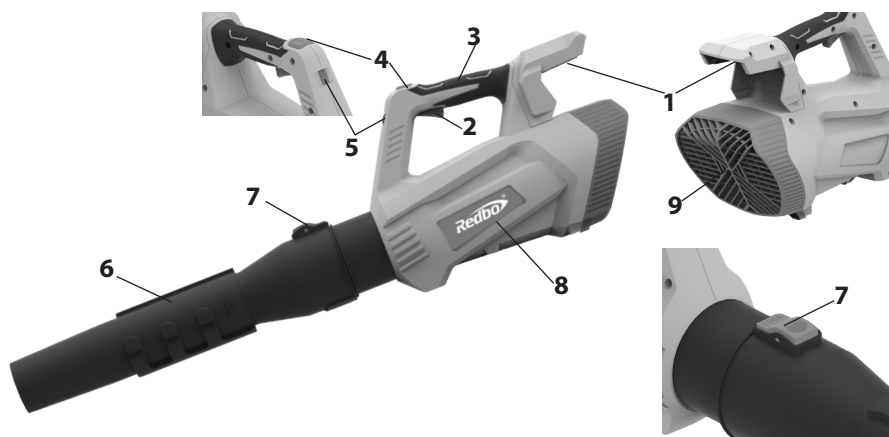

рис.1
6. Общий вид воздуходувки представлен на рис. 1